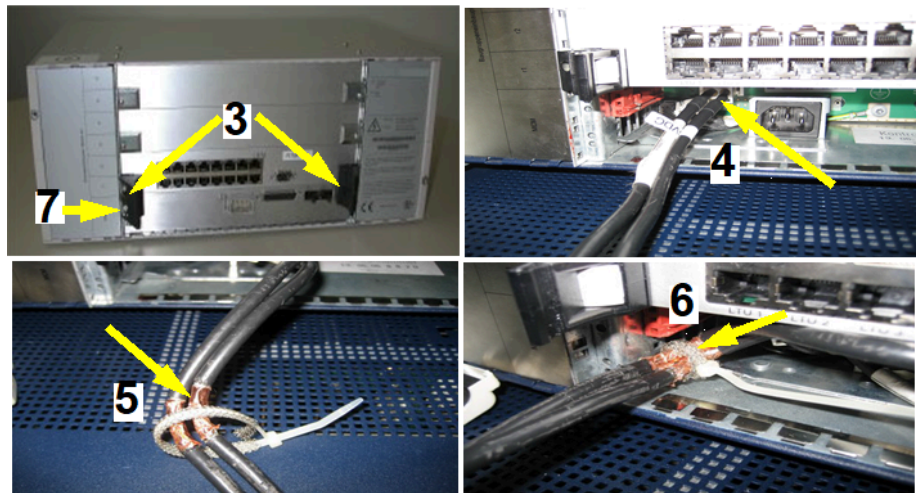

Figura 143: Fixação de um cabo DC na caixa CSPCI
- 3) Retire os parafusos de fixação da placa MCM (3) na traseira da caixa CSPCI e retire a placa (consulte Figura 143: Fixação de um cabo DC na caixa CSPCI na página 159).